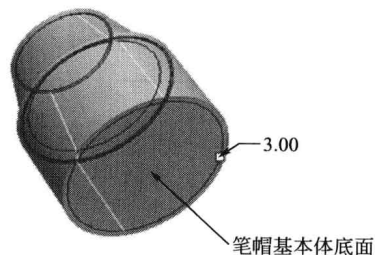
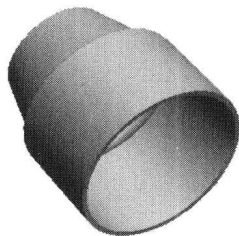
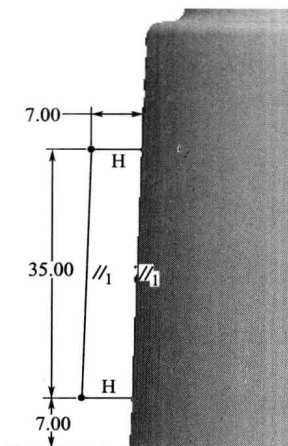
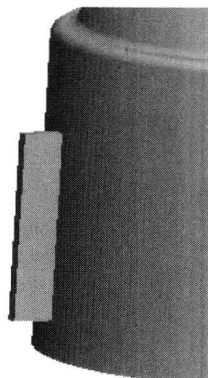

图 1.6 笔帽基本体底面
图 1.7 抽壳后的笔帽基本体
图 1.8 笔扣连接草绘图
图 1.9 笔扣连接
③ 笔帽基本体抽壳。单击抽壳  按钮，选取笔帽基本体底面作为抽壳的去除平面，如图 1.6 所示。壳的厚度为 3，单击  确定后，抽壳后的笔帽基本体如图 1.7 所示。
(2) 笔扣
① 笔扣连接。单击拉伸  按钮，并选取“FRONT”面作为草绘面，进入草绘环境后，绘制笔扣连接草绘图，如图 1.8 所示。完毕后单击  按钮，返回主滑板，选择拉伸类型为“双侧对称”，拉伸的宽度设置为 3，单击  确定后，生成的笔扣连接如图 1.9 所示。